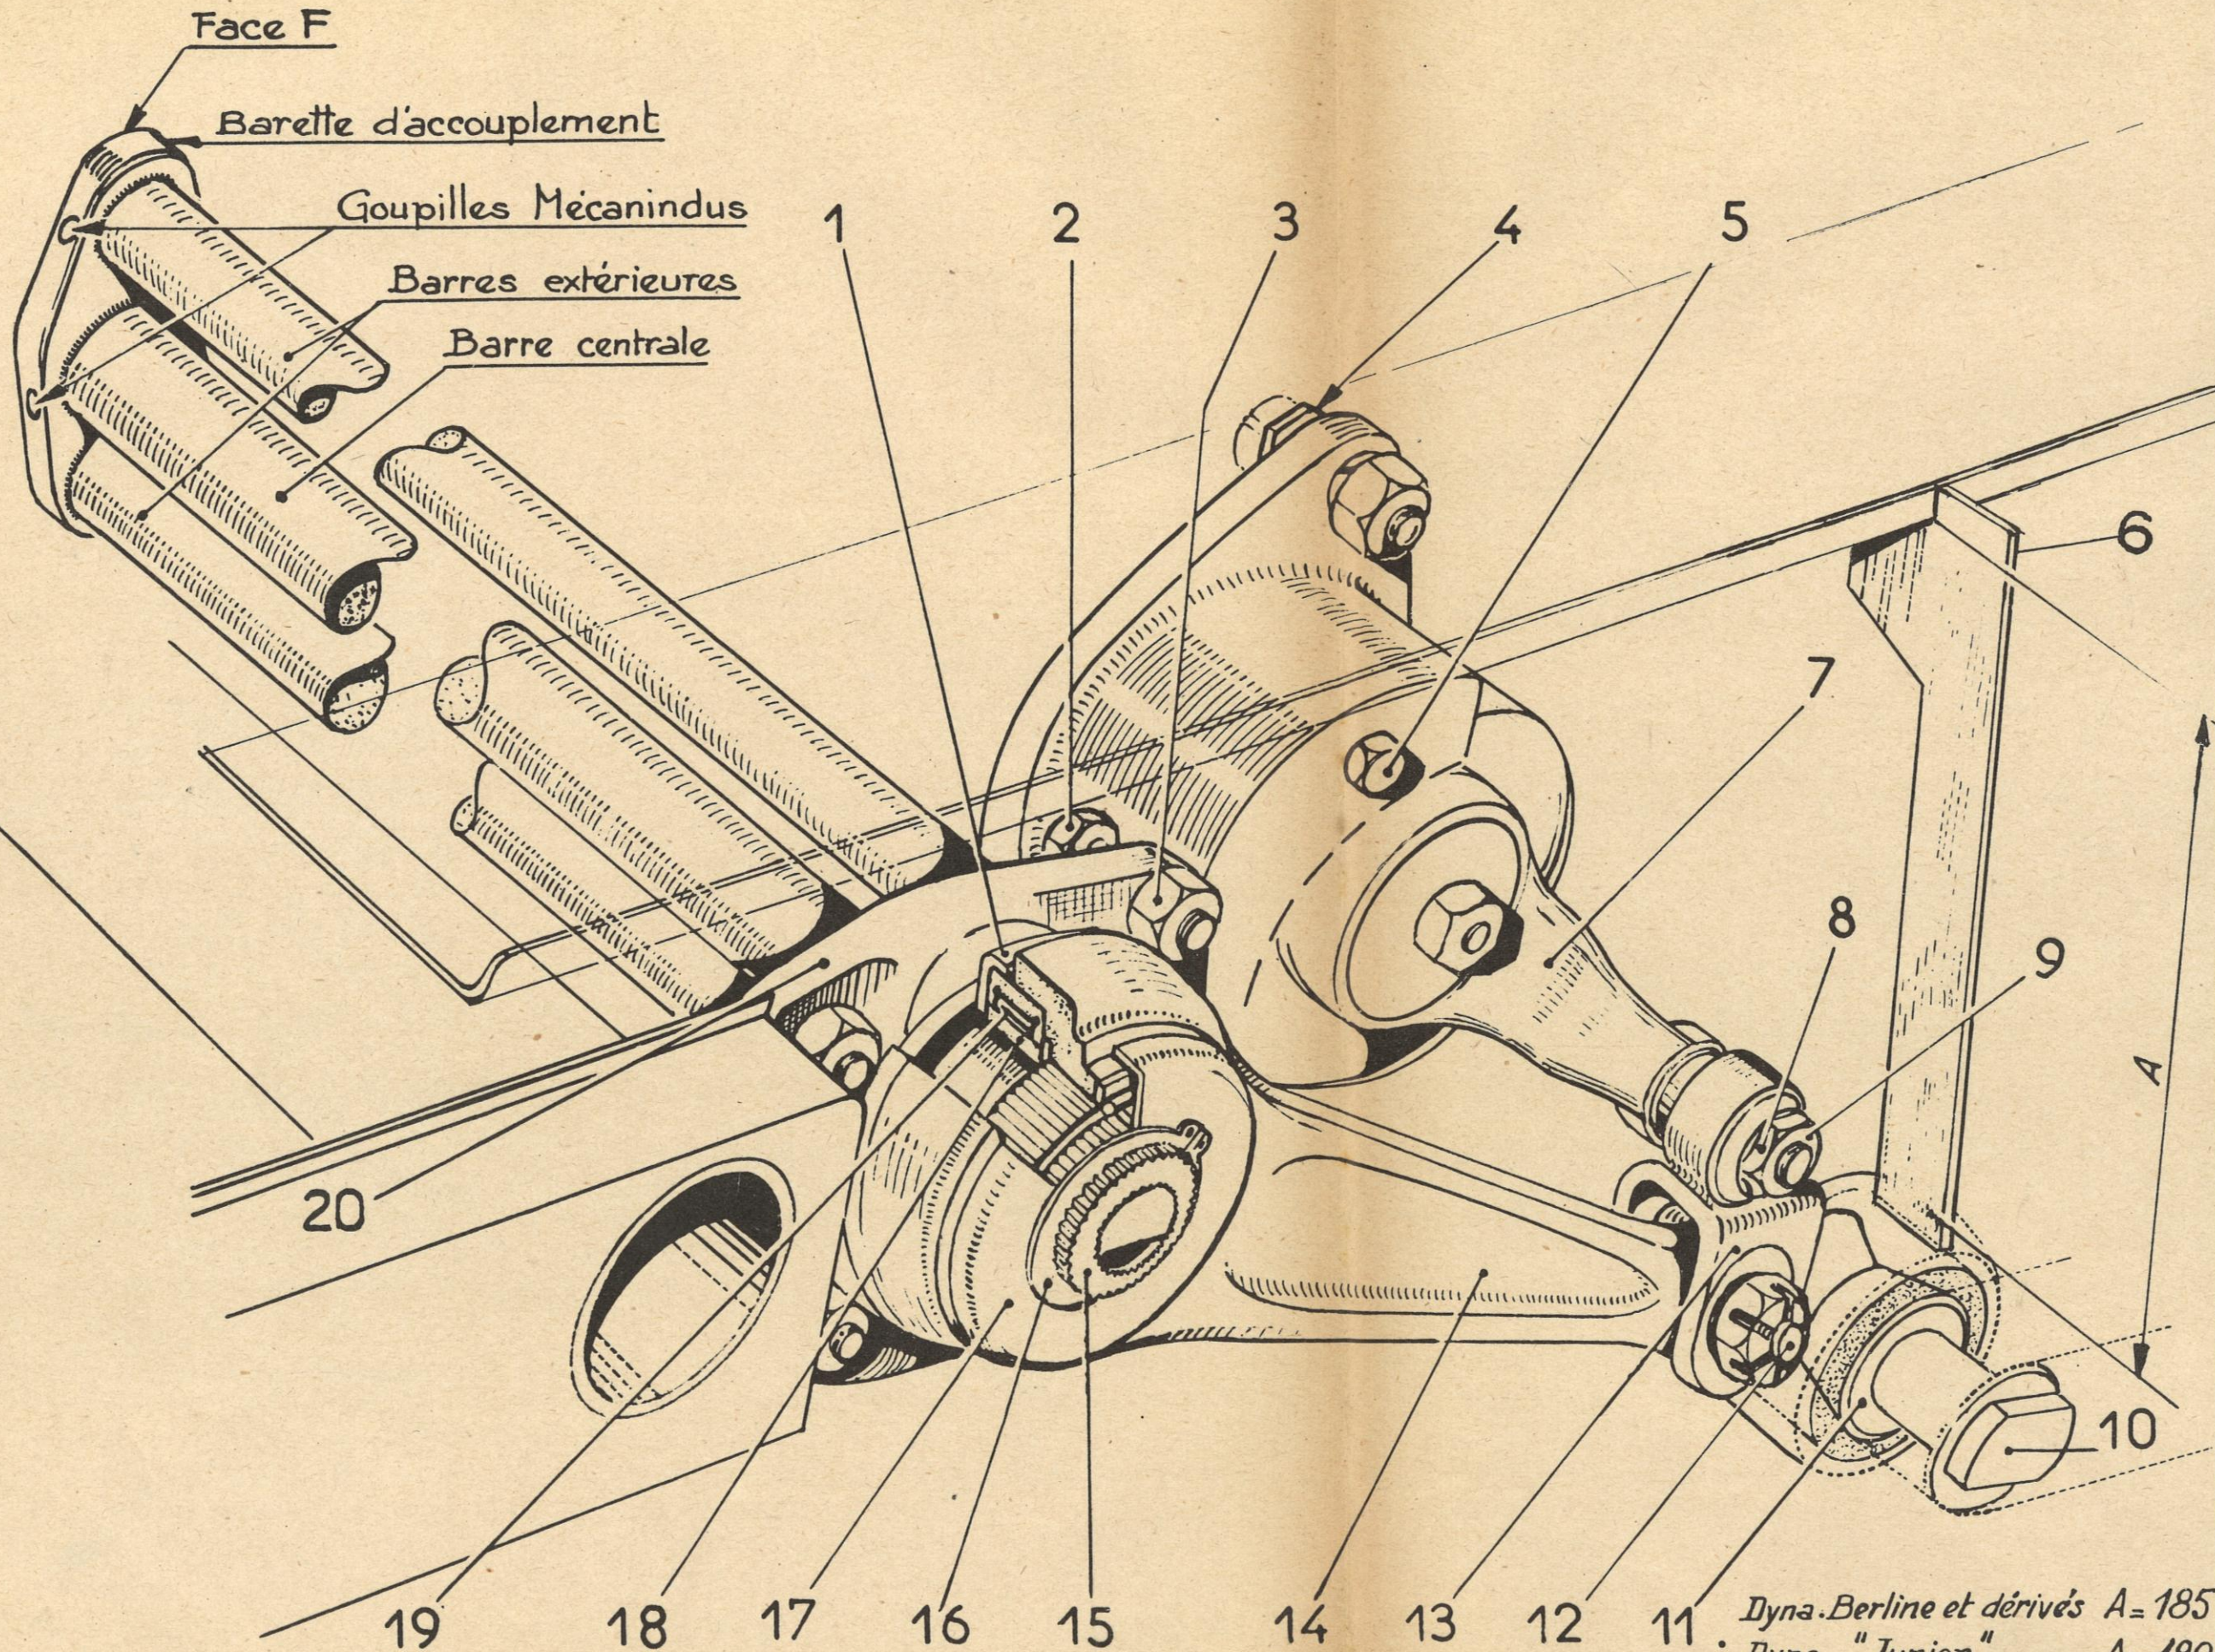

Fig. 3 NOTA - Montage avec Silentbloks concentriques.
- Engager le bras de suspension 14 suivant la position indiquée sur la fig. 3 en tenant compte de la cote A.